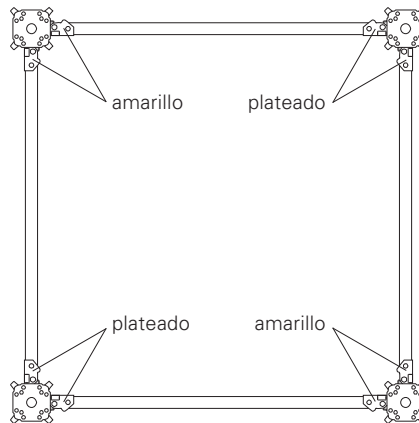

Fig. 9
**¡En un nudo sólo puede haber acoples de cuña de un mismo color! (Fig. 9)**